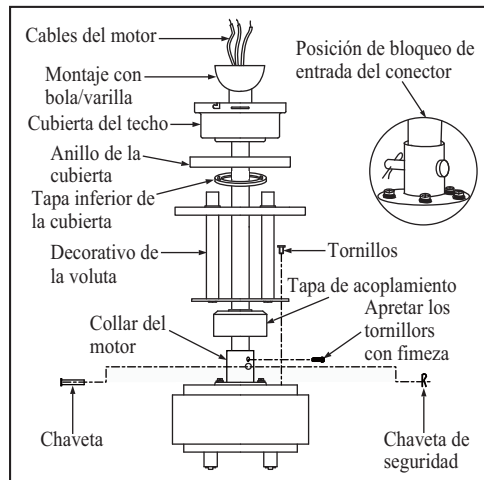

Figura 7
3. Guíe los cables que salen de la parte superior del motor del ventilador a través del tapa de acoplamiento, decorativo de la voluta, tapa inferior de la cubierta, anillo de la cubierta, cubierta del techo y luego a través del montaje de bola/varilla. (Figura. 7)
6. Apriete bien los dos tornillos de la parte superior del motor del ventilador. Conecte el decorativo de la voluta a la caja del motor utilizando las tornillas incluidas. (Figura 7)